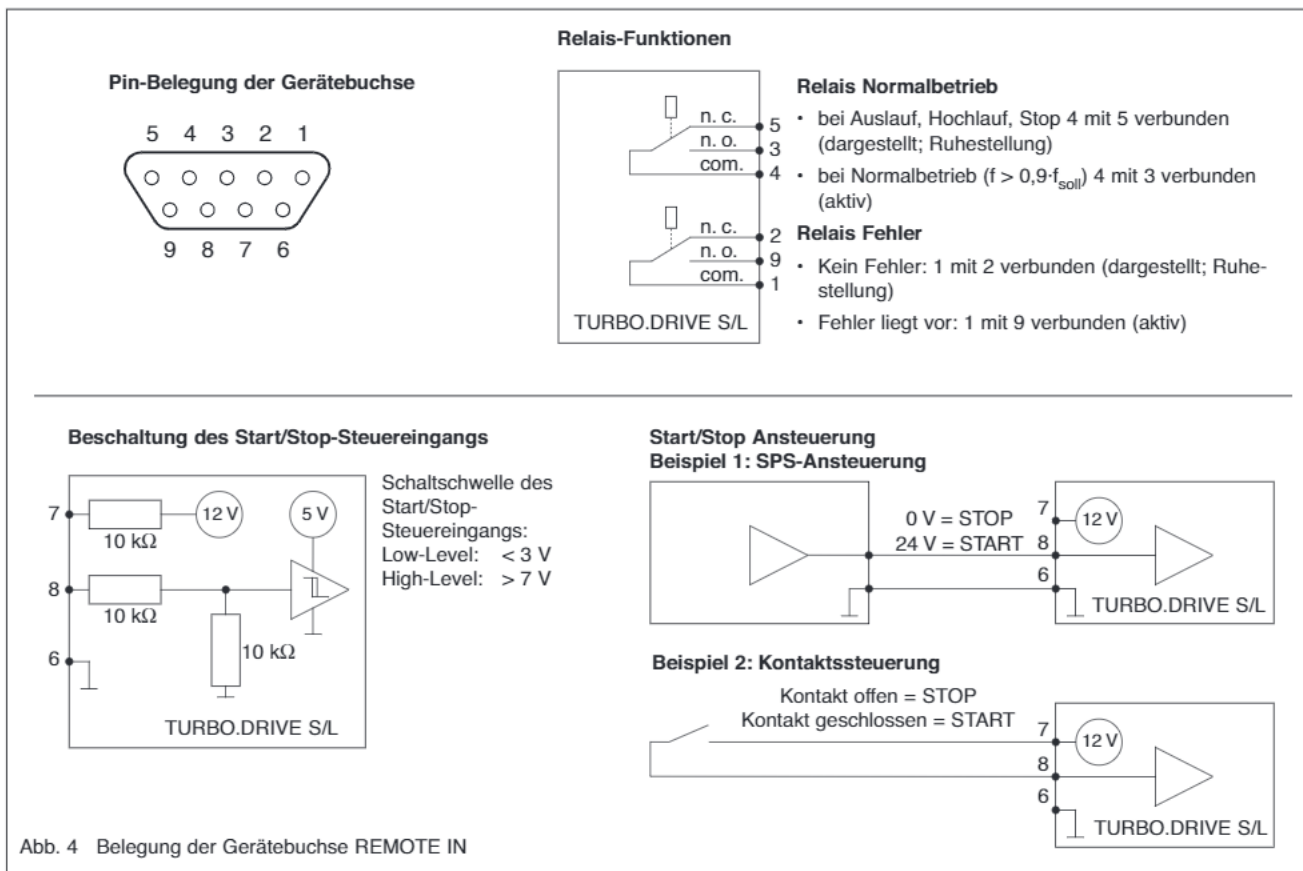

Abb. 4 Belegung der Gerätebuchse REMOTE IN
- REMOTE über den Steuerstecker REMOTE IN; siehe Abb. 4.